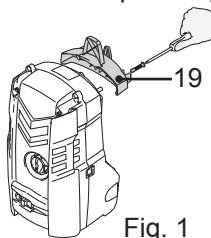
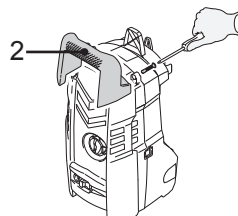

Fig. 1
Fig. 2
1. Monte o aparelho na íntegra antes de o utilizar. Fixe o suporte de acessórios (19) à traseira da lavadora utilizando dois parafusos (20) (Fig. 1). De seguida, fixe a pega (2) utilizando dois parafusos (20) (Fig. 2). Aperte os parafusos (20) utilizando uma chave de parafusos Phillips adequada.